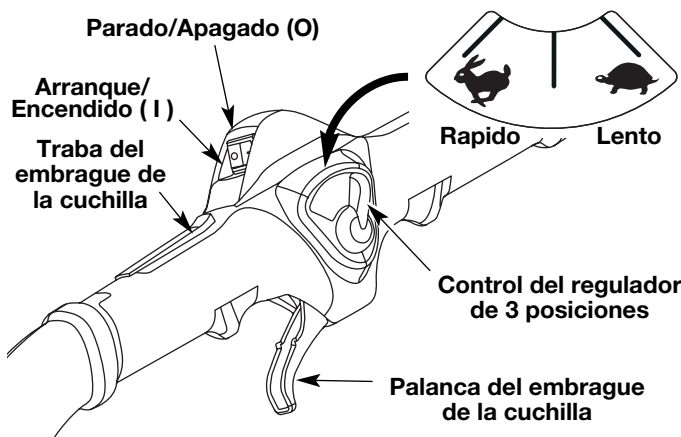
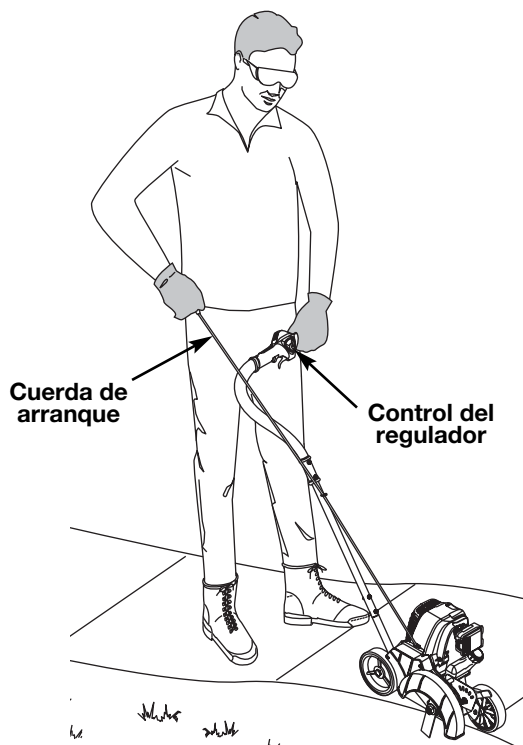

Fig. 8
Fig. 11
- NOTA:** No hay necesidad de arrancar la unidad. El control de encendido y apagado está en la posición ENCENDIDO (I) en todo momento (Fig. 8).
5. Párese en la posición de arranque (Fig. 11). Coloque la palanca del control del regulador en la posición Rápido (I) (Fig. 8) y tire de la cuerda de arranque fuertemente 5 veces.
1. Quite la mano de la traba del embrague de la cuchilla y de la palanca del embrague de la cuchilla, y ponga la palanca del control del regulador en la posición Lento (O). Deje que el motor se enfríe dejándolo funcionar en mínima.
2. Oprima y mantenga oprimido el Control de encendido y apagado en la posición APAGADO (O) hasta que el motor se detenga por completo (Fig. 8).